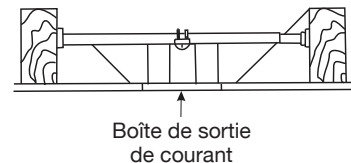

Fig. 4
**REMARQUE :** Selon l'emplacement choisi pour l'installation, il se peut que vous ayez besoin d'acheter et d'installer un « étrier à solive » pour soutenir la boîte de sortie de courant. Assurez-vous que l'étrier à solive que vous achetez est conçu pour une utilisation avec les ventilateurs de plafond. (Fig. 4)